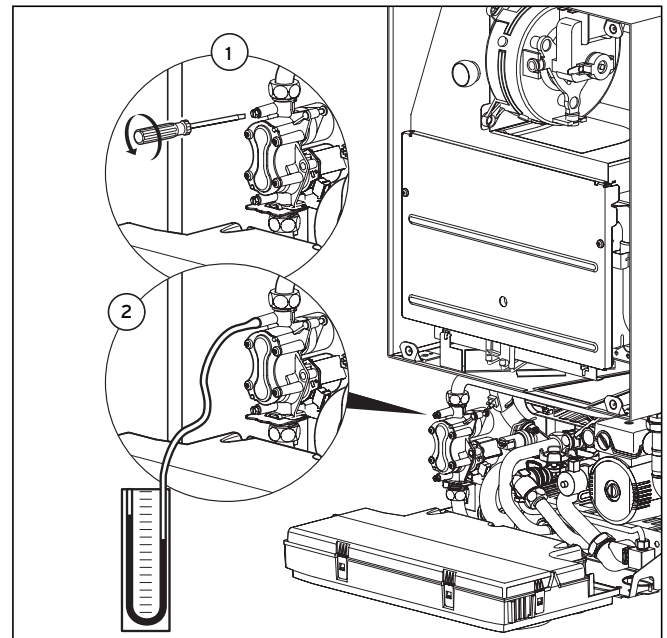

Fig. 6.4 Comprobar el gasto nominal
- Afloje el tornillo de obturación de la valvulería (1 en la fig. 6.4).
- Conecte un manómetro digital o de tubo en U (2 en la fig. 6.4).